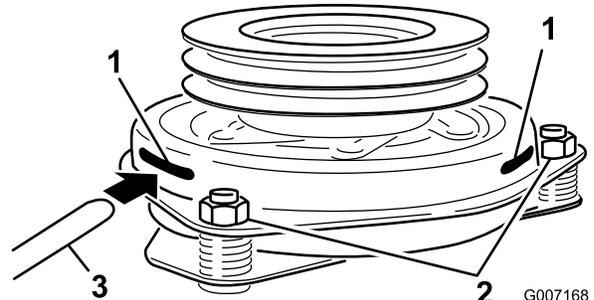

Figura 58
- Introduzca una galga de 0,381–0,533 mm (0,015–0,021 pulg.) por una ranura de inspección en el lateral del conjunto. Asegúrese de ubicarla entre las superficies de fricción del rotor y el inducido (Figura 58).
- Apriete las contratuercas hasta fijar ligeramente la galga pero dejando que ésta se pueda mover con facilidad en la separación (Figura 58).